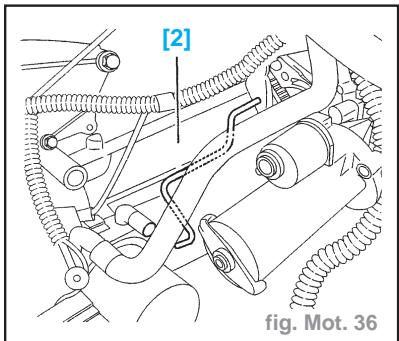

fig. Mot. 36
- Piger le volant-moteur à l'aide de la pince [2] (-.0188-D) (sans déposer le démarreur) (fig. Mot. 36).
- Reposer les piges [2] - [3] - [4] (fig. Mot. 36 et 37).
- Reposer la pige [2] (fig. Mot. 36).